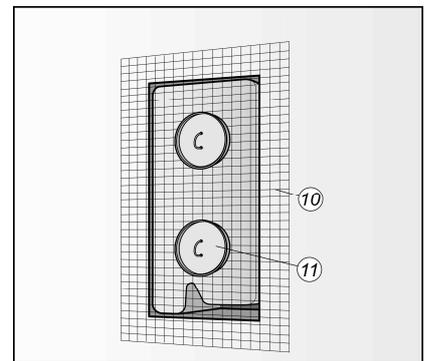

Abb. 8
Anfertigen des Einschubfensters durch die Gipsbauplatte (Stärke 12,5 mm) in Größe und Form der Innenkontur des Montagekasteninnenraums. Befestigen der Gipsbauplatte (9). (Abb. 8)
**Achtung!** Diese Maßnahme ist notwendig, damit eine Rissbildung im Putz vermieden wird. Außenputz aufbringen. (Abb. 8)